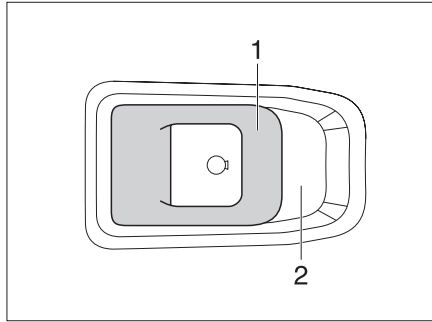

Fig. 45 Serrure de la porte de cellule, à l'intérieur
*Ouvrir :* ■ Tirer la poignée (Fig. 45,1).
*Verrouiller :* ■ Pousser la poignée (Fig. 45,1) dans le creux de poignée (Fig. 45,2).